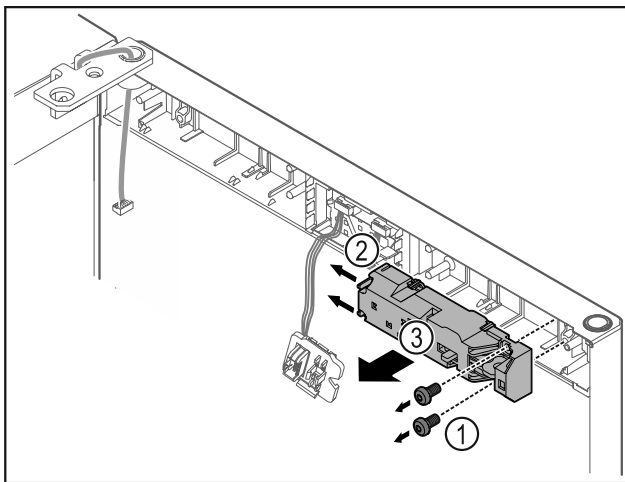

Fig. 20
- Rimuovere le viti Fig. 20 (1).
- Spingere di lato i naselli di arresto Fig. 20 (2) e rimuovere la serratura a distanza Fig. 20 (3).